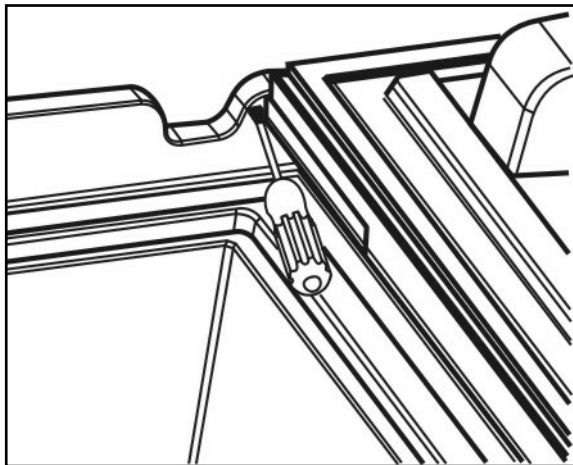

Abbildung 8.
- Entfernen Sie die 7 Schrauben (1) des Bodenrahmens und nehmen Sie den Rahmen ab.
- Öffnen Sie die Tür und entfernen Sie die Halteklammer (2) des oberen Scharniers mit Hilfe eines Schraubenziehers und drücken Sie den Stift heraus. (Abb. 8.)
- Entfernen Sie den Stift des unteren Scharniers (3) und die untere Scharnierhalterung (4) genauso, wie die obere.
- Setzen Sie den unteren Scharnierstift (3) auf der gewünschten Seite ein.
- Setzen Sie die Unterlegscheibe und die Tür ein und drücken Sie die obere Halteklammer (2) ein.
- Setzen Sie die beiden Scharnierhalterungen (4) ebenfalls ein.